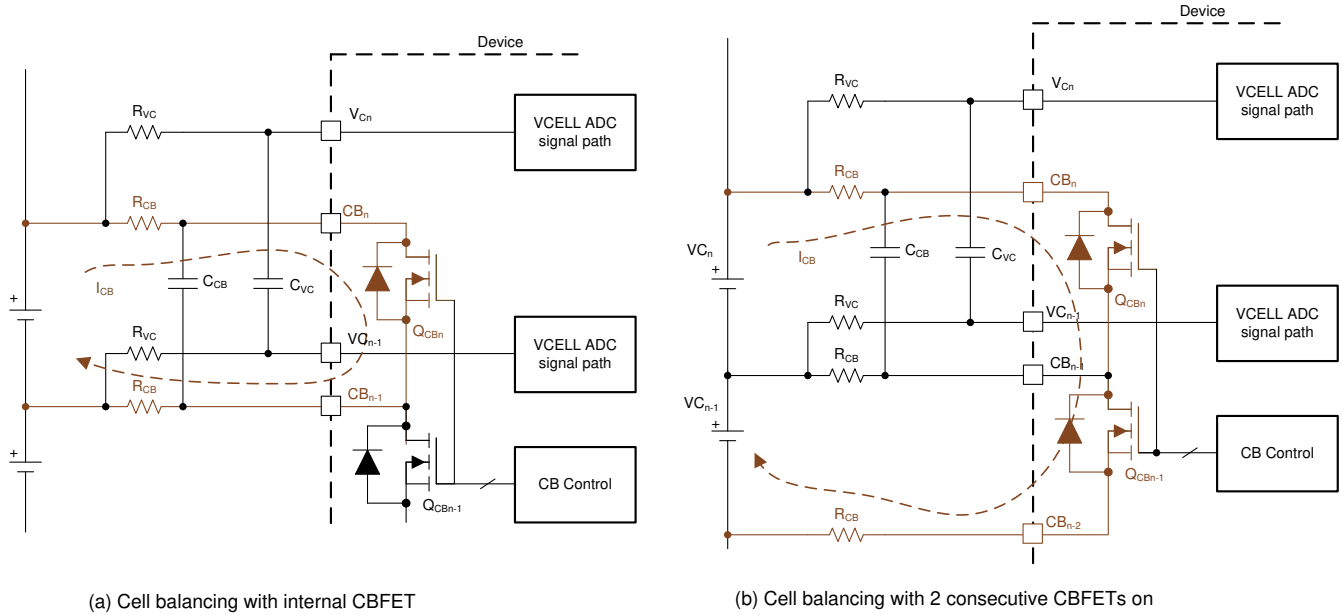

图 7-13. 内部电芯均衡和均衡电流的流动
- 无连续 CBFET 导通时的均衡 (图 7-13 (a)) :  $I_{CB} = V_{Cell} / ((2 \times R_{CB}) + R_{dson_{QCB}})$
- 两个连续 CBFET 导通时的均衡 (图 7-13 (b)) :  $I_{CB} = (两个 V_{CELL} 之和) / ((2 \times R_{CB}) + R_{dson_{QCBn}} + R_{dson_{(QCBn-1)}})$
- 手动均衡控制 ([AUTO\_BAL] = 0)：通过该方法，器件将在接收到 [BAL\_GO] = 1 后开启具有非零均衡计时器设置的 CBFET。在电芯均衡期间不会进行奇数和偶数通道切换，并且在该控制下 BAL\_CTRL1[DUTY2:0] 设置不适用。主机 MCU 可以通过该方法启用两个连续的 CBFET，并且最多可以启用八个 CBFET。当两个连续的 CBFET 启用并且两个通道都连接到电池电芯时，与没有相邻的 CBFET 开启相比，均衡电流显著不同（图 7-13）。提供 DEV\_CONF[NO\_ADJ\_CB] 位是为了在不打算开启相邻通道以进行均衡的系统中避免无意启用相邻的 CBFET。在该控制方法中，器件依靠 MCU 来启用适当的通道。如果 MCU 发送 [BAL\_GO] = 1，但 CBFET 在无效条件下启用，则器件不会开始均衡并且会设置 BAL\_STAT[INVALID\_CBCONF] = 1。无效配置为以下任一配置：